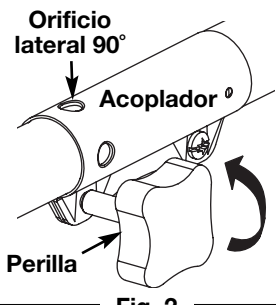

Fig. 2
3. Mientras sostiene el accesorio con firmeza, empújelo en línea recta en el acoplador (Fig. 2).